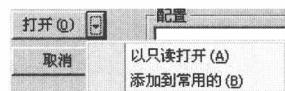

图 1-6 下拉列表
- 下拉箭头(位于【打开】按钮右侧)：单击该按钮，会出现一个下拉列表，如图 1-6 所示，其中各选项的意义如下。